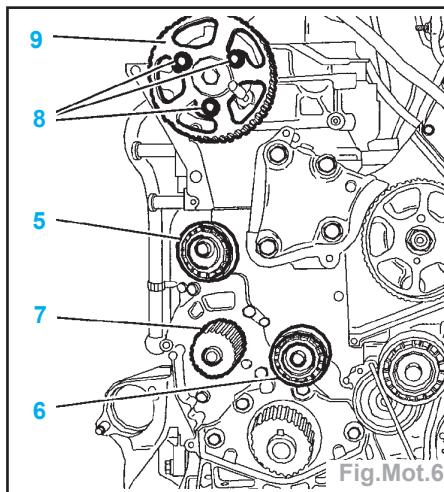

Fig.Mot.6
Impératif : Vérifier que les galets (5), (6) et la poulie de la pompe à eau tournent librement (sans jeu et absence de point dur) (Fig.Mot.6).